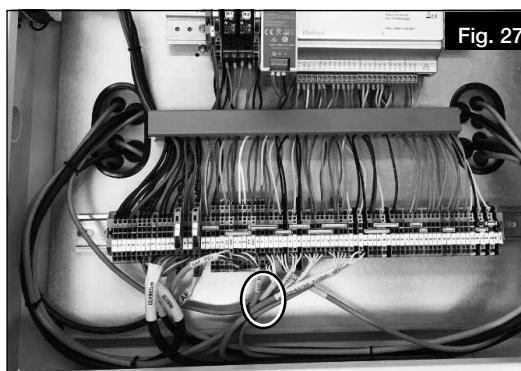

Fig. 27
3. Connecter le câble de la commande à distance sur les bornes de raccordement entourés dans le coffret électrique (voir schéma de raccordement à la section 2.3.6 et Fig. 27).